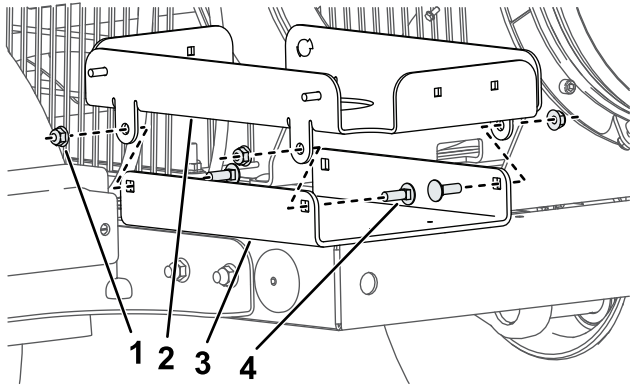

図 2
1. 既存の燃料タンクマウントを除去して新しい 38 リットルタンク用のマウントを取り付けるキャリッジボルト5/16"4本、フランジナット5/16"を、図 2に示す穴に通して使う。